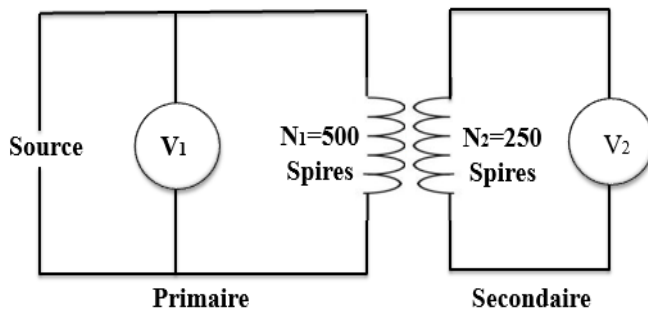

Figure.10 Schéma du montage d'un transformateur à deux bobines.
Réaliser le montage de la figure 10.
a) Montage abaisseur de tension (Fig10).
b) Montage élévateur de tension (Fig.10)